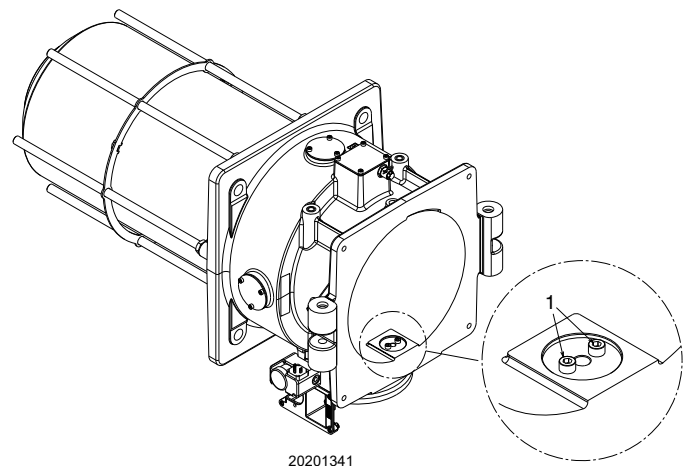

Fig. 21
Le réglage d'usine pour le gaz central est avec les trous de passage suivants (Fig. 21).
- retirer ou ajouter une ou plusieurs vis 1)(Fig. 21) comme suit :